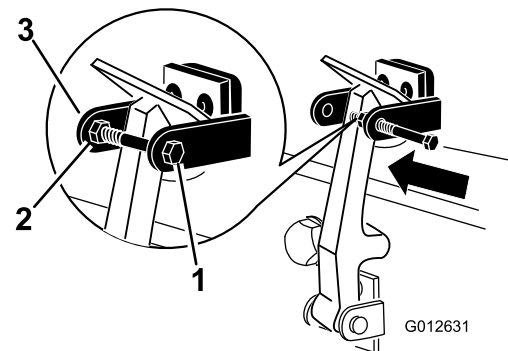

**Figura 7**
7. Prenda o trinco no suporte do trinco do capot (Figura 7).